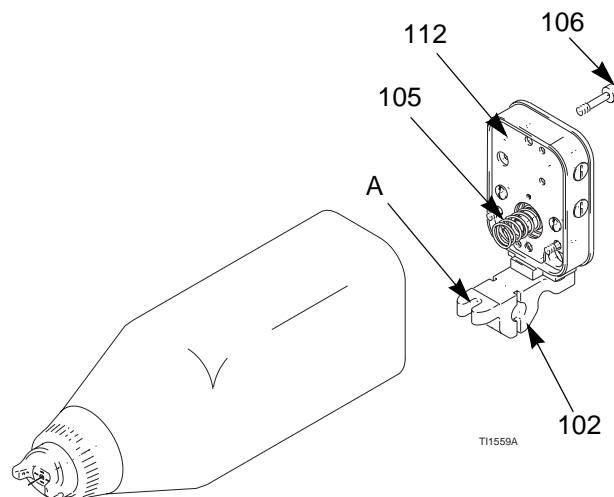

Fig. 20. Séparer le pistolet du collecteur
1. Desserrer la vis inférieure du pistolet (31) jusqu'à ce que le pistolet puisse se mouvoir librement dans l'encoche de la fixation (A). Voir Fig. 20.
1. S'assurer que le joint (112) et le ressort (105) sont bien en place sur le collecteur. Voir Fig. 20. Contrôler l'état des pièces et les remplacer si nécessaire.
2. Fixer solidement le pistolet sur le collecteur en serrant les trois vis (106).
3. Fixer solidement le pistolet sur la fixation (102) en serrant la vis inférieure (31).